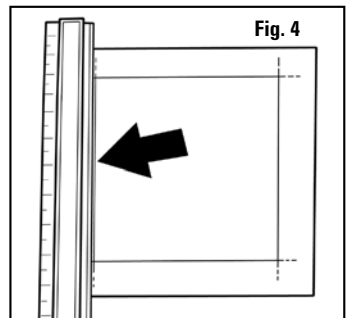
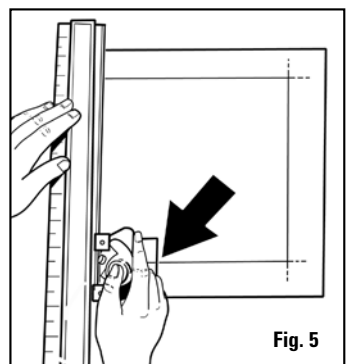

Fig. 4
Fig. 5
- Placer le passe-partout face vers le bas sur la feuille d'appui. Placer la règle EXACTEMENT sur la bordure gauche de sorte que le bord extérieur du profilé soit aligné le long de la ligne au crayon. **Fig. 4**. S'assurer que le plus gros du passe-partout est du côté droit de la règle. Le fait d'avoir le passe-partout du côté gauche de la règle provoque l'inversion de la coupe en biseau. Fixer le couteau à biseau 302 sur la règle en ajustant les guides de nylon noir sur le bord relevé du profilé. Positionner le couteau à passe-partout de sorte que la ligne argentée soit alignée avec la ligne inférieure d'intersection tracée au crayon. **Fig. 5**